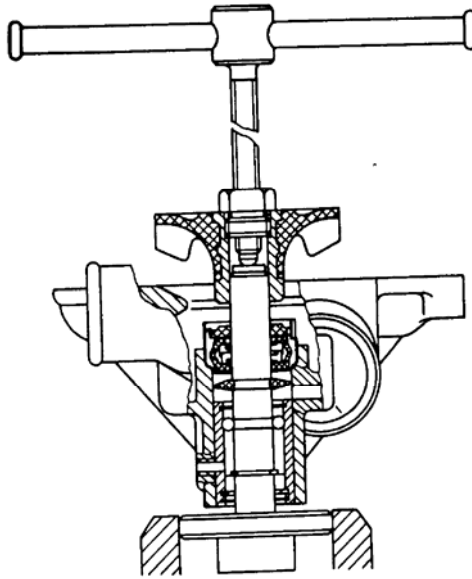

Рисунок 41 – Снятие крыльчатки
- съемником снять крыльчатку (рисунок 41);